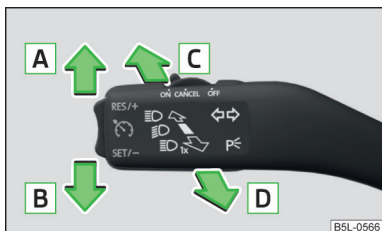

Fig. 46
- Tirez la manette de clignotant et de feux de route (» fig. 46 à la page 70) vers le volant et poussez-la simultanément vers le bas, puis maintenez-la dans cette position.
Utilisation de la manette de commande » fig. 46